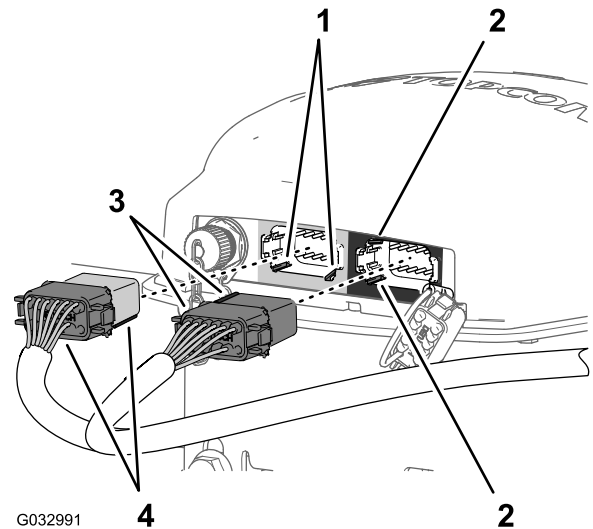

Рисунок 141
разъема жгута проводов передачи данных, обозначенного AGI4, КОНТРОЛЬНАЯ ТОЧКА "А" (СЕРЫЙ), с 2 контрольными пазами в нижней горизонтальной стенке левого (серого) 12-штыревого разъема навигационного приемника (Рисунок 141).
4. Вставьте разъем AGI4 КОНТРОЛЬНАЯ ТОЧКА "А" (СЕРЫМ) жгута проводов передачи данных в левый (серый) 12-штыревой разъем навигационного приемника так, чтобы разъемы надежно зафиксировались со щелчком (Рисунок 141).
разъема навигационного приемника (Рисунок 141).
6. Вставьте разъем AGI4 с ключом совмещения "в" (черным) жгута проводов передачи данных в правый (черный) 12-штыревой разъем навигационного приемника так, чтобы соединители надежно зафиксировались со щелчком (Рисунок 141).